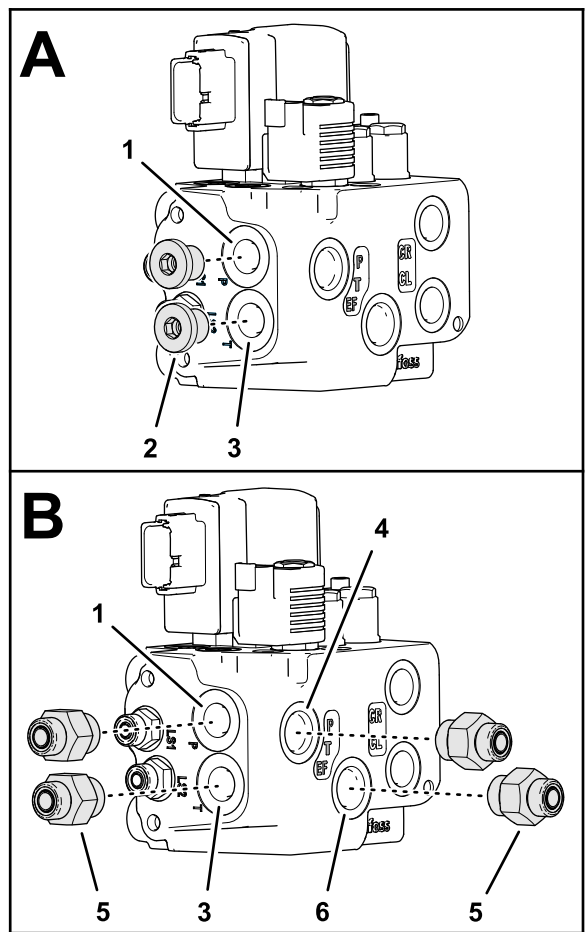
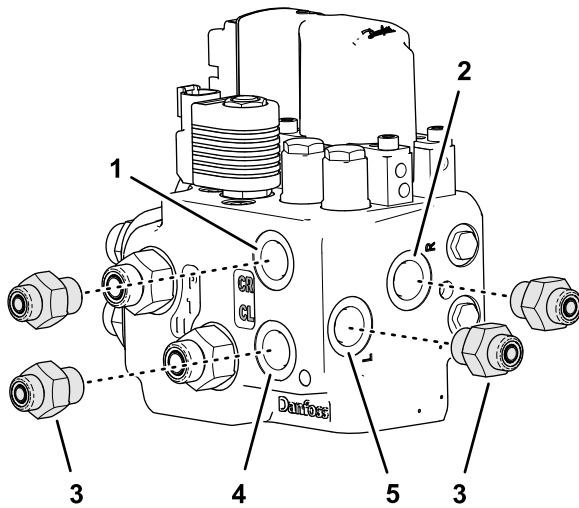

Bild 79
Bild 80
2. Entfernen Sie die beiden Stopfen vom Anschluss P und vom Anschluss T des EHI-Lenkventils (Bild 79).
3. Montieren Sie vier geraden Hydraulikan-schluss-stücke (-6 x 22 mm) in das Ventil (Bild 79) wie folgt:
- Anschluss P (EF)
- Anschluss T (EF)
4. Montieren Sie vier geraden Hydraulikan-schluss-stücke(-6 x 18 mm) in das EHI-Lenkventil (Bild 80) wie folgt: